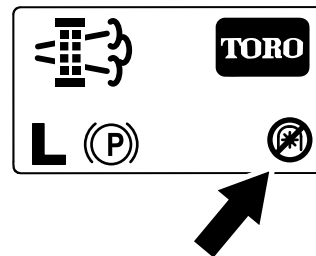

Figure 46
**Remarque:** L'écran d'accueil affiche l'icône de désactivation de la PDF (Figure 46).
**Remarque:** L'écran d'accueil affiche l'icône de désactivation de la PDF ; voir Figure 46 et Messages de régénération en stationnement \(page 43\).